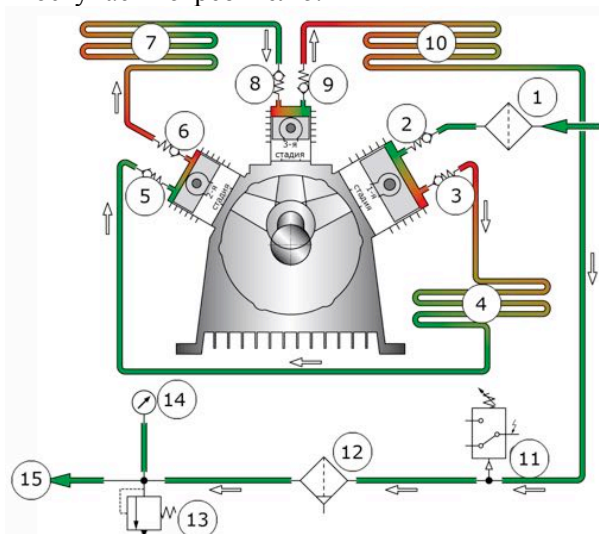

Рисунок 5 Порядок работы компрессора
Газовый поток (рис.5) через входной фильтр **1**, через впускной клапан **2** поступает в цилиндр первой стадии сжатия. Сжатый до давления 1 МПа газ через выпускной клапан **3**, воздушный теплообменник **4**, входной клапан **5** поступает в цилиндр второй стадии. Сжатый до давления 6 МПа газ через выпускной клапан **6**, воздушный теплообменник **7**, впускной клапан **8** поступает в цилиндр третьей стадии сжатия. Сжатый до давления 20(25) МПа газ через воздушный теплообменник **10** поступает в блок осушки **12** где происходит его очистка от паров масла и воды с помощью активного углеродного/молекулярного фильтра. После блока осушки газ через рукав высокого давления поступает потребителю.